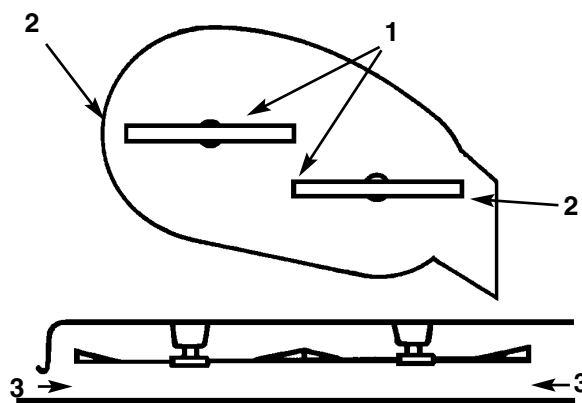

Fig. 48
1. Parkér klipperen vannrett, koble knivkontrollen fra, sett parkeringsbremsen på og dreii tenningsnøkkelen til “OFF” (AV) for å slå motoren av.
4. Dreii kniven(e) forsiktig fra side til side (fig. 48). Mål avstanden fra knivenes ytterkant til flaten—den skal være 4,8 mm i begge tilfeller (fig. 48). Hvis den ikke er det må du justere som nevnt i pkt. 5 og 6.